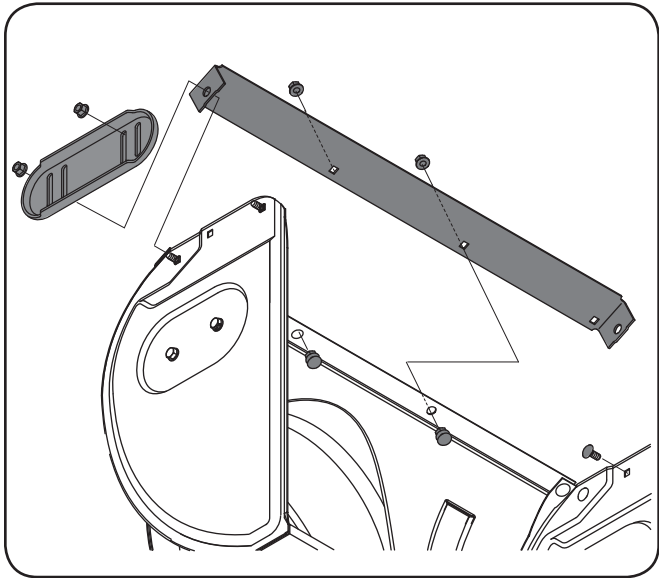

Fig. 6-1
- 2. Remontez les nouveaux patins avec les boulons ordinaires (deux sur chaque côté) et les contre-écrous à embase. Voir la Fig. 6-1.